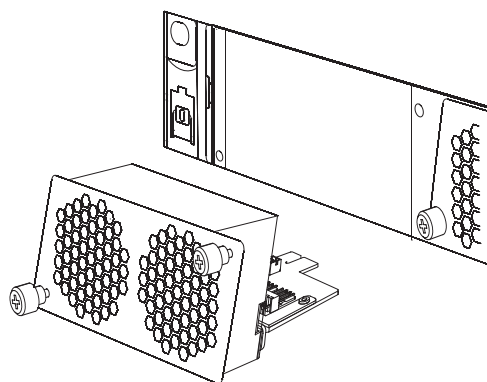
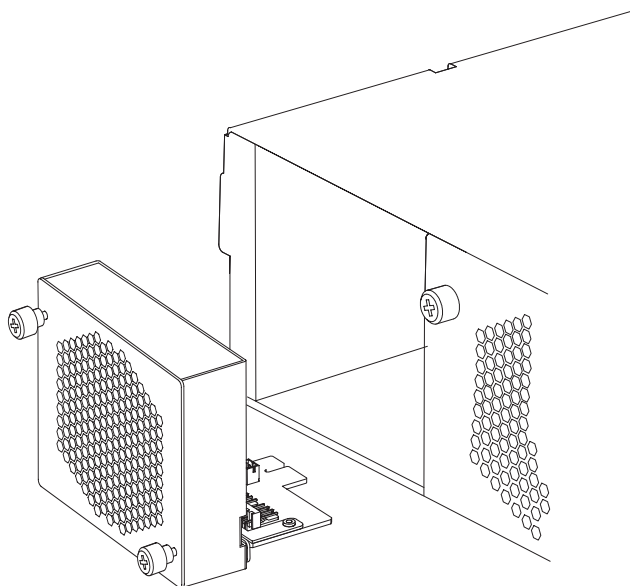

Figura 21. Remover um módulo de ventoinha num dispositivo Tipo 7198
Figura 22. Remover um módulo de ventoinha num dispositivo Tipo 7199
4. Remova o módulo da ventoinha, conforme ilustrado na Figura 21 ou na Figura 22 na página 52.